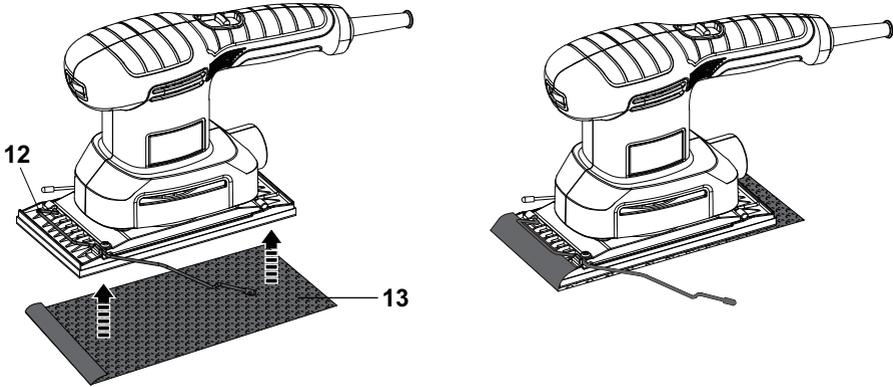

Fig. 12
- > Positionnez une extrémité de la feuille abrasive (16a) sur une des pinces de serrage (12) et maintenez-la en place (Fig. 12).